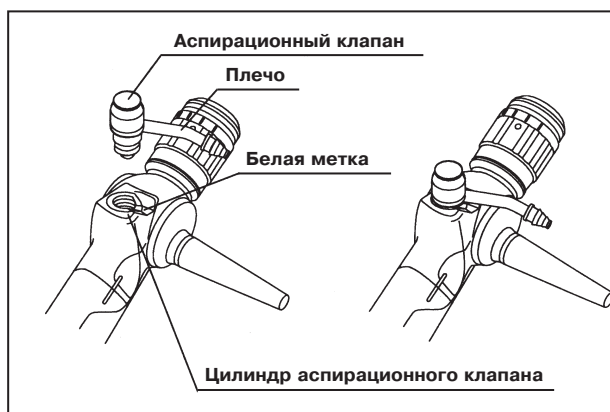

Рис. 3.7
1. Вставьте аспирационный клапан в отверстие цилиндра аспирационного клапана на эндоскопе, совмещая плечо на корпусе клапана с белой меткой на эндоскопе (см. рис. 3.7).
2. Нажмите пальцем на верхнюю часть аспирационного клапана до полного вставления клапана на место с характерным щелчком. Убедитесь, что клапан надёжно фиксирован, а кнопка нажимается плавно (см. рис. 3.7).